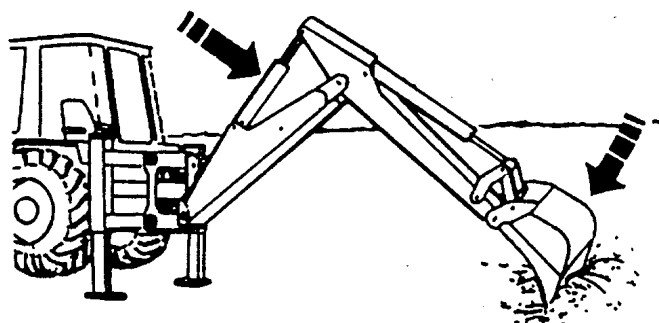

Рис. 4.63. Положение элементов экскаваторного оборудования перед началом рытья
2. Для того чтобы приступить к рытью, следует установить стрелу, рукоять и ковш так, как это показано на Рис. 4.63.